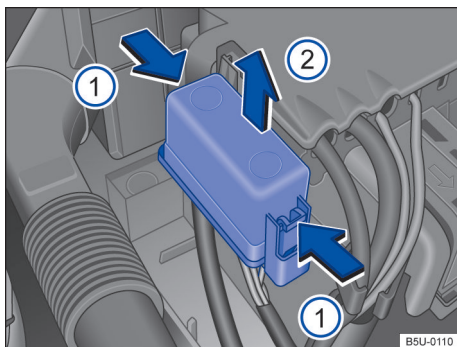

Fig. 118 No compartimento do motor: cobertura da caixa de fusíveis.
- Pressionar as travas no sentido da seta → Fig. 118 , para destravar a cobertura da caixa de fusíveis.
- Remover a cobertura por cima, no sentido da seta ②.
- Para a **instalação**, colocar a cobertura sobre a caixa de fusíveis. Pressionar a cobertura para baixo, no sentido contrário da seta ②, até que trave de forma audível.